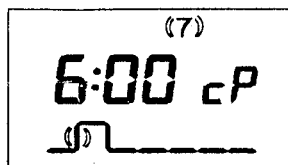

Fig. 5.20
Programmeringstasten  (7) aktiveres og den første lodrette bjælke blinker (fig. 5.20).
Blok-tasten **b** (9) trykkes ind og danner dermed grundlaget for denne kopiering Der vises **cP** på displayet (fig. 5.20)